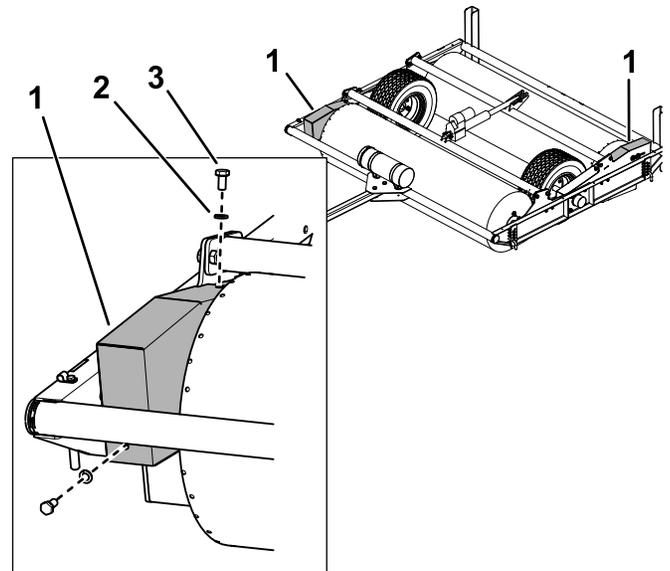

Figura 16
2. Tuerca (2)
7. Instale los protectores de las cadenas como se muestra en la Figura 16.